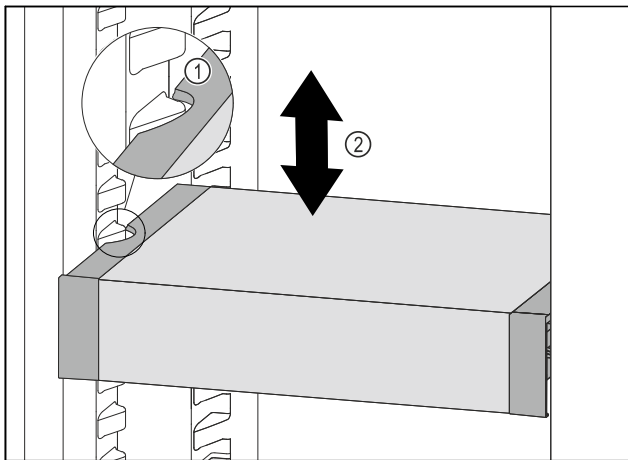

Fig. 131
- ▶ Trageți în față VarioSafe, până când degajările laterale ale VarioSafe se află la înălțimea nervurii recipientului din frigider. Fig. 131 (1)
- ▶ Mișcați în sus sau în jos VarioSafe în frigider, până când este atinsă înălțimea dorită. Fig. 131 (2)